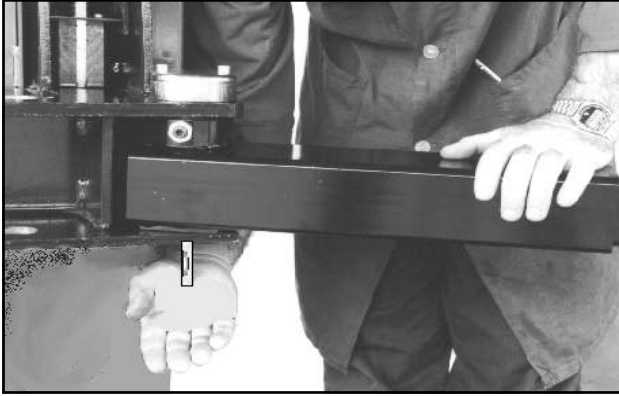

Fig.53
7 - Verificare il corretto funzionamento del dispositivo di bloccaggio bracci, premendo verso l'alto il perno spingimolla (1) e ruotando il braccio in uno dei 2 sensi, così che dopo una breve rotazione il perno ritorni nella sua posizione (Fig.53).
7 - Make sure that the arm locking device works correctly, pressing the spring thrusting pin (1) upwards and turning the arm in one of the 2 directions, so that after a brief rotation the pin returns to its position (Fig.53).